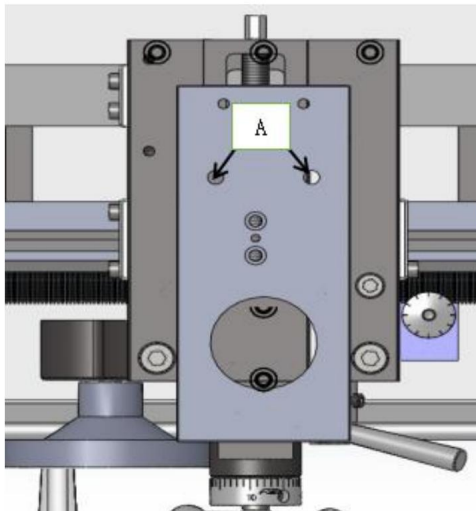

Fig. 36
2. Allentare la vite zigrinata (B, Fig.36) e aprire la guida scorrevole dita. (C, Fig.31) finché il supporto fisso non può essere spostato con il suo dito attorno al pezzo in lavorazione. Fissare il supporto fisso in posizione.
Lubrificare una volta al giorno due porte dell'olio (A, Fig. 36) con olio per macchine 20W.